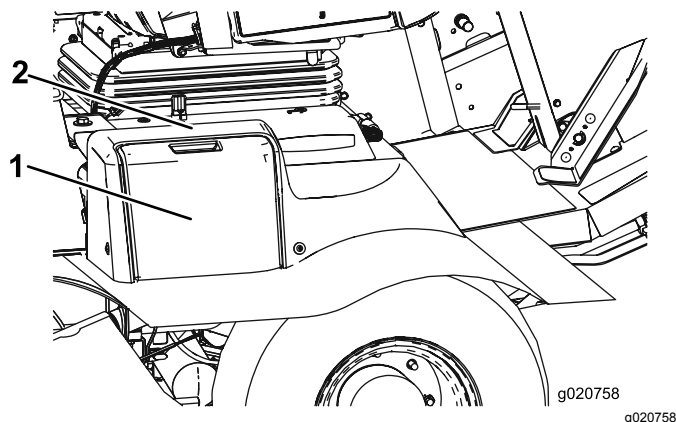

Figura 59
1. Aprite il coperchio della batteria sul lato della copertura (Figura 59).
**Nota:** Premete sulla superficie piatta sopra il coperchio della batteria per facilitare la rimozione del coperchio (Figura 59).